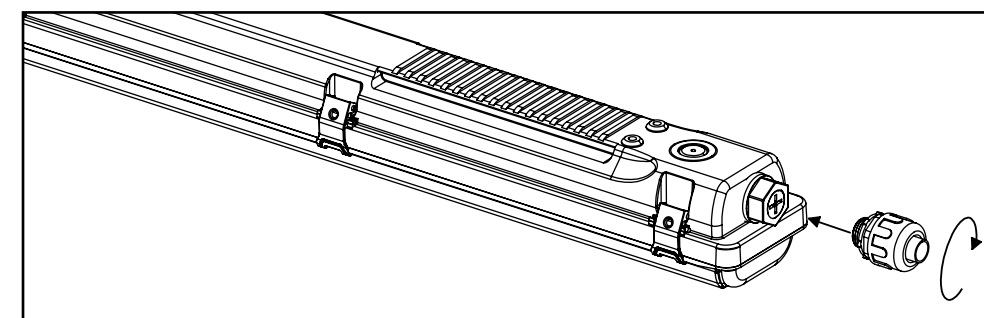

Figure 2.
2. Enfillez le raccord de conduit étanche de 12,70 mm (1/2 po) (fourni par d'autres) dans l'emboîtement universel situé à l'extrémité du luminaire (figure 2).